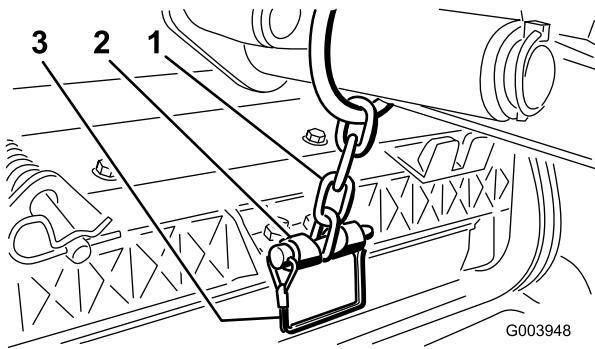

Figura 12
- 12. Fissate la catena del braccio di sollevamento alla staffa della catena, usando il perno di ritenuta (Figura 12).